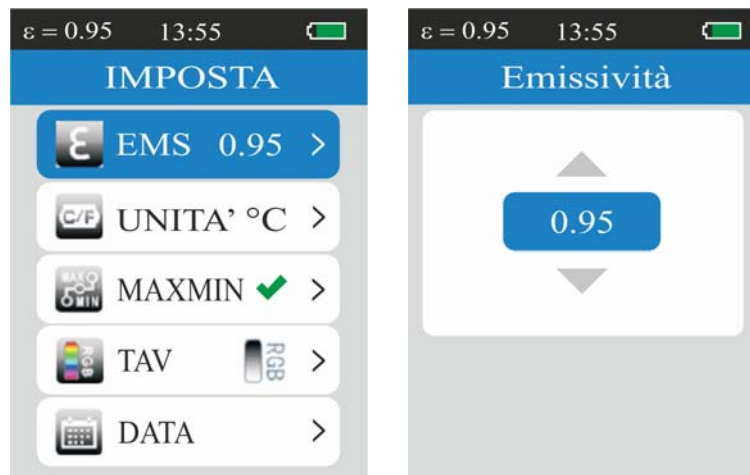

Fig. 6: Impostazione emissività
1. Selezionare la voce “EMS” con i tasti ▼ o ▲ e premere il tasto **Enter**. La videata di Fig. 6 – Parte destra è mostrata a display